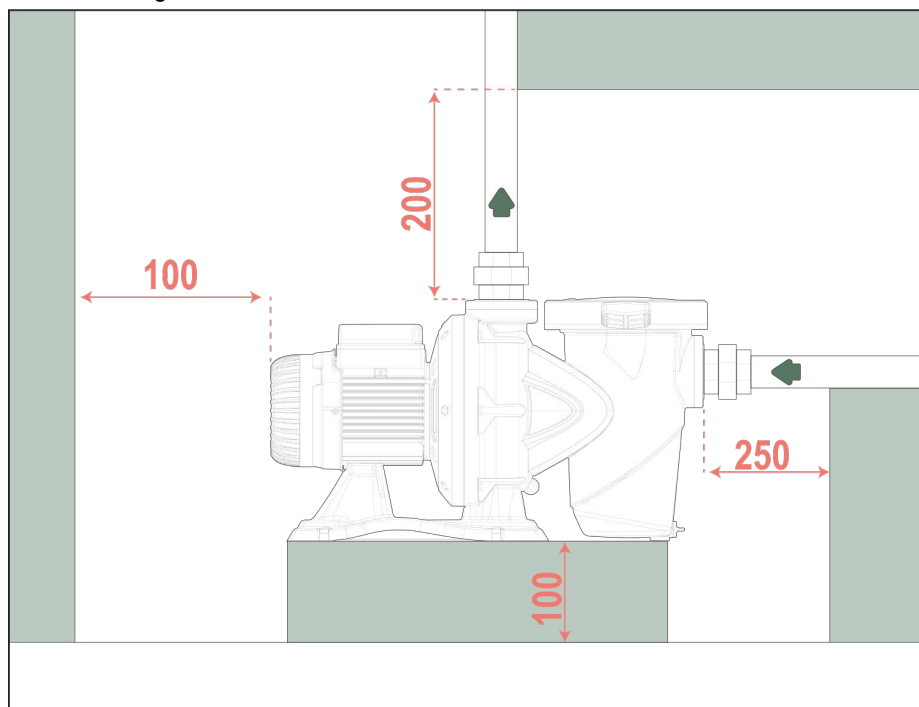

Fig. 6 Ingombri
- Osservare le distanze minime dagli ingombri come da **Fig. 6 Ingombri**. L'ubicazione deve permettere corretta operabilità senza richiedere il mantenimento di posture incongrue.